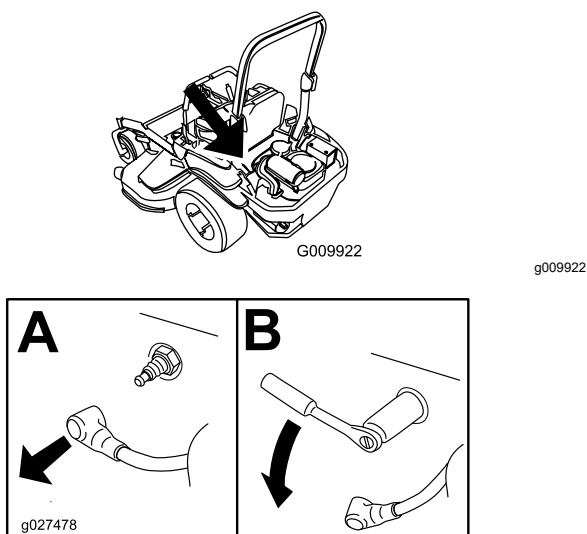

Figura 62
4. Individuate e rimuovete la/e candela/e, come illustrato nella Figura 62.